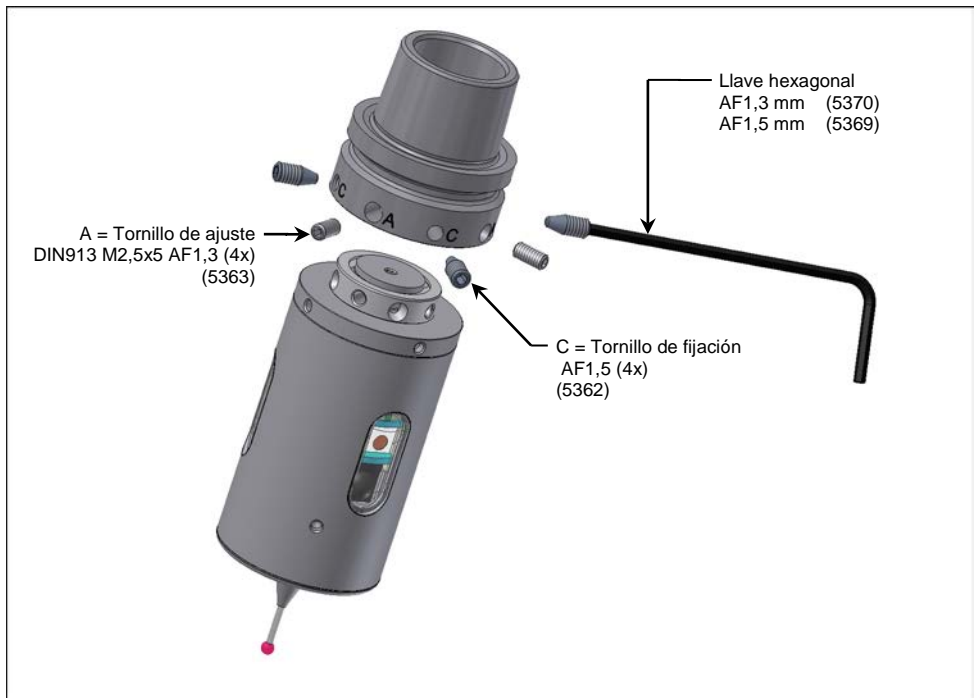

Fig. 5 Montaje/Desmontaje del mango
- 1.1. Retirar todos los tornillos „A“ y „C“ conforme a Fig. 5